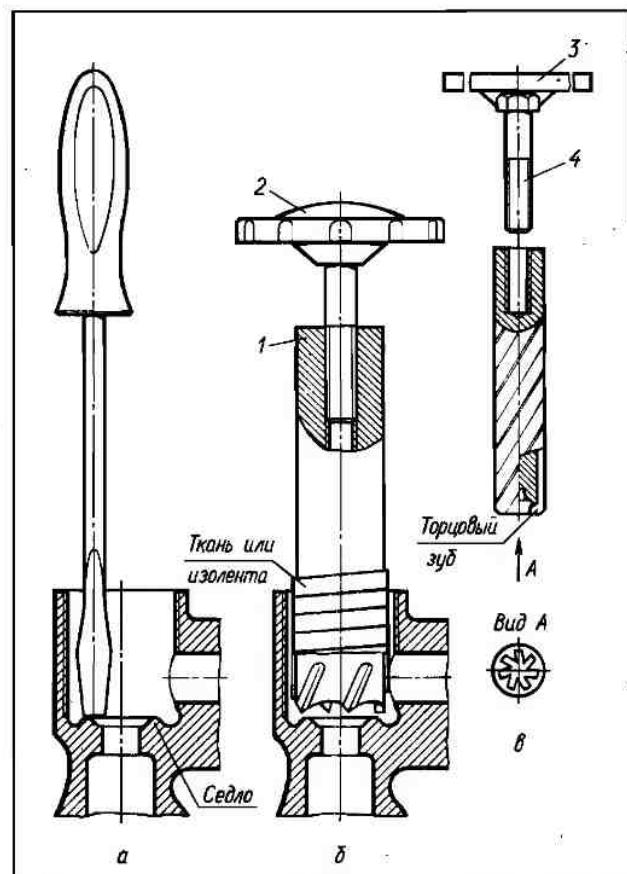

Рис. 19. Методы устранения радиальной канавки в седле боковины смесителя пробкового типа или на седле корпуса смесителя другого типа
Перекройте поступление воды к той боковине, у которой возможна канавка в седле. Несколько вывинтив маховик, выкрутите вентильную головку. Канавку в седле можно определить несколькими способами. Самый простой — ногтем мизинца. Но если канавка глубиной около 0,1 мм, то таким путем ее ощутить нельзя. При хорошем рассеянном освещении канавка на седле видна. Для фокусировки освещения можно использовать зеркало. Для проверки наличия канавки используйте отвертку. Просуньте ее так, чтобы она расположилась по радиусу отверстия для входа воды. Проведите лопаткой отвертки по седлу. Канавка сразу ощутится. Если глубина канавки не более 0,3 мм, то есть временный выход. Лопаткой отвертки соскребите острые края канавки (рис. 19, а). В клапан вставьте прокладку из нетвердой резины толщиной в 4—6 мм. Вкрутите вентильную головку в боковину. Откройте вентиль и при пользовании более туго заворачивайте маховик.
2. Если нет боковины с целым седлом, применяйте второй метод. Он заключается в строгании вершины седла до тех пор, пока не будет уничтожена канавка и вместо округлой вершины седла не останется плоское кольцо. Иногда канавка слишком глубока и приходится сострагивать седло полностью. Прокладка в клапане тогда вместо кольцевого выступа будет упираться в плоскость с отверстием посередине. Строгать удобнее всего концевой фрезой 1 диаметром 16 мм (рис. 19, б). Ее можно купить в магазинах «Инструмент». Используйте торцовую часть фрезы, а боковые острые кромки на образующей фрезы обмотайте тканью или изолентой, чтобы они не повредили резьбы на боковине.